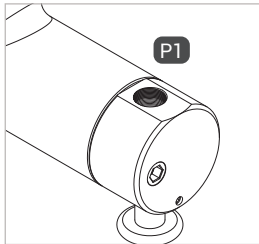
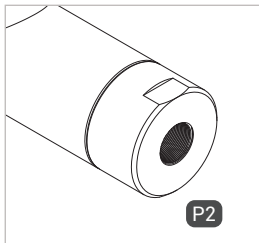

Abbildung 2
Abbildung 3
- ▶ Verschrauben Sie den Steuerdruckanschluss „P1“ (*Abbildung 2*) bzw. „P2“ (*Abbildung 3*) druckdicht mit dem Anschluss der Steuerdruckleitung.